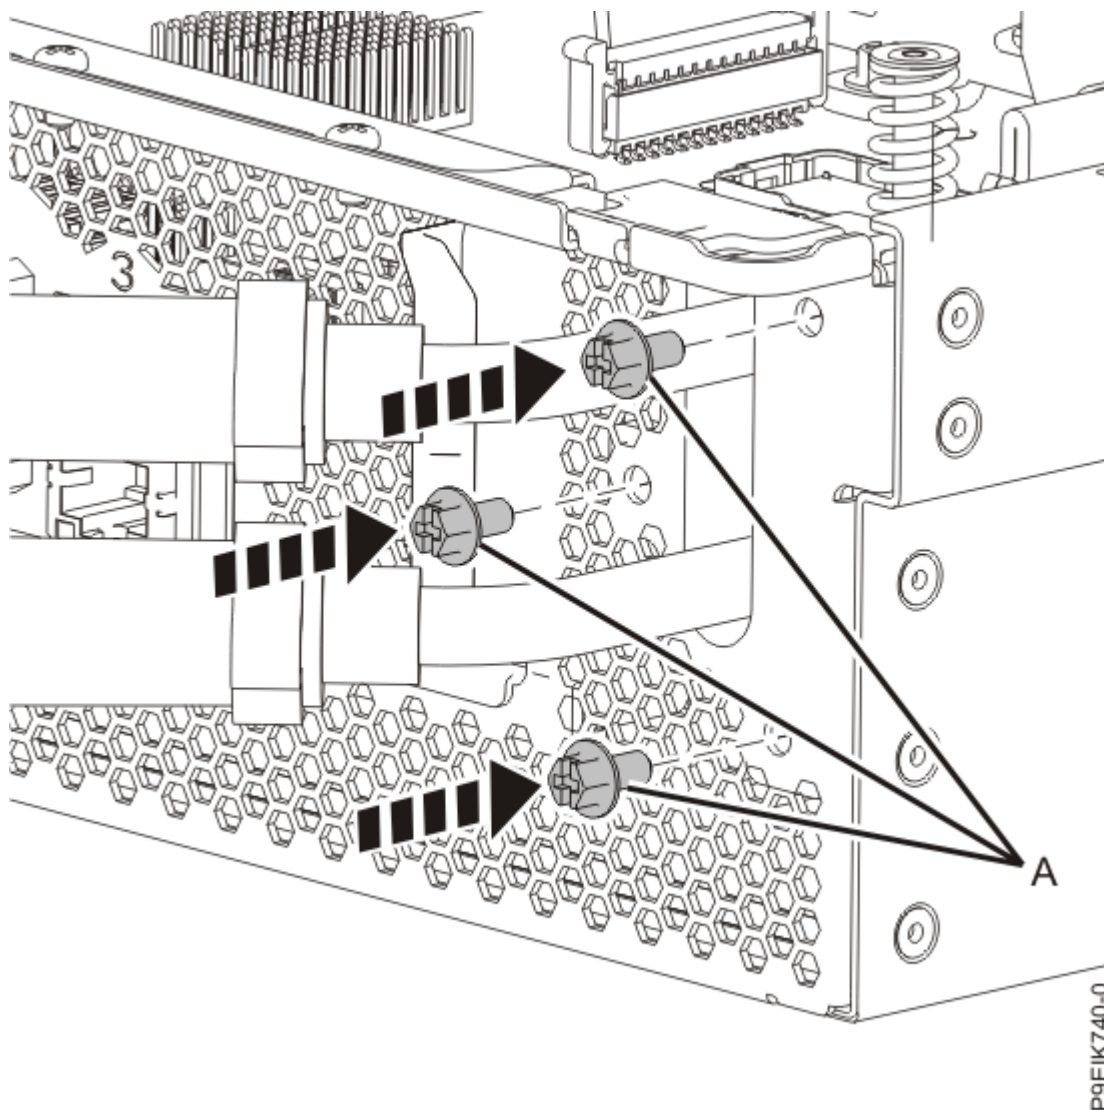

Figura 60. Sustitución de los tornillos de las mangueras de agua posteriores
13. Vuelva a colocar los tres tornillos (**A**) que fijan las mangueras de agua a la parte posterior del sistema, tal como se muestra en la Figura 60 en la página 62.